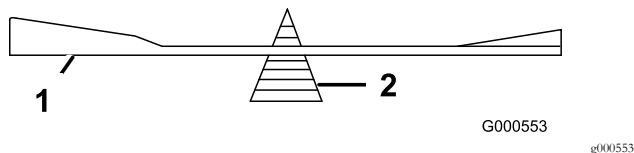

Bild 65
- Prüfen Sie die Auswuchtung des Schnittmessers auf einer Ausgleichsmaschine (Bild 65).